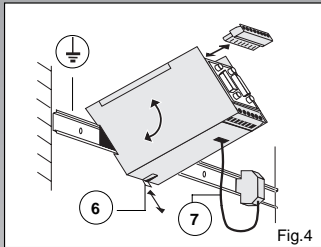

Fig.4
- ③ • 15 position SUB-D (male) or
- ④ • 8 position COMBICON plug connector
⑤ Module power supply:
2.2. Installation in Switch Cabinets (Fig. 4)
2.3. Ground Connection (Fig. 4/5)
- ③ • connecteur SUB-D (mâle) 15 pôles ou
- ④ • connecteur MINICONNEC 8 pôles
⑤ Alimentation en tension du module:
2.2. Montage en armoire (Fig. 4)
2.3. Mise à la terre (Fig. 4/5)
- ③ • SUB-D de 15 polos (macho) o bien
- ④ • conector COMBICON de 8 polos
⑤ Alimentación de tensión del módulo:
2.2. Montaje en armario de distribución (fig. 4)
2.3. Conexión a tierra (figs. 4/5)